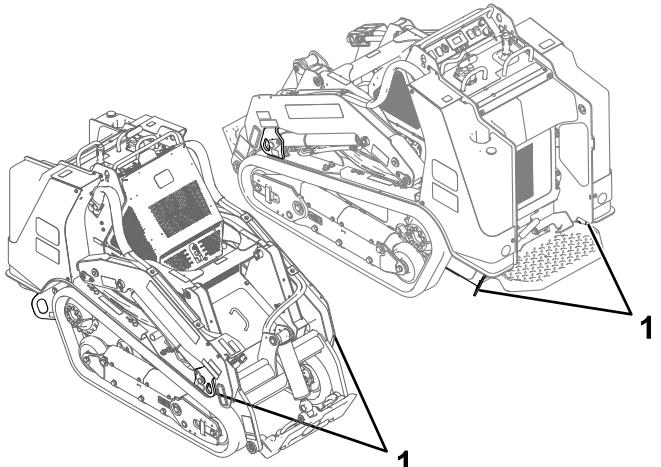

Bild 25
8. Befestigen Sie die Maschine mit den Metallbefestigungsschleifen und Riemen, Ketten, Kabel oder Seilen am Anhänger oder Pritschenwagen (Bild 25). Halten Sie die örtlichen Vorschriften für die Vergurtung ein.